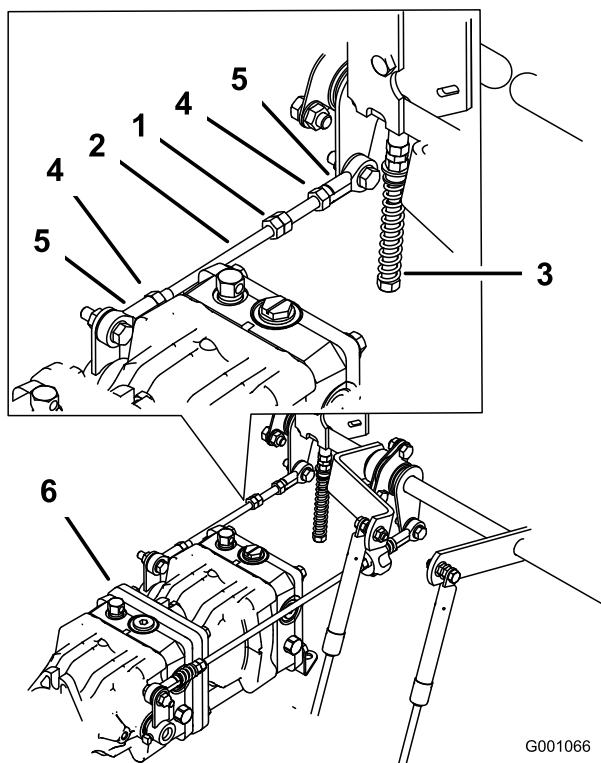

Figura 74
1. Allentate i dadi di bloccaggio ai giunti a sfera dell'asta di comando della pompa (Figura 74).
3. Regolate la lunghezza dell'asta della pompa facendo girare nella direzione opportuna i due dadi sull'asta, finché la ruota si ferma o si sposta leggermente indietro (Figura 74).
6. Serrate i dadi di bloccaggio dei giunti a sfera (Figura 74).